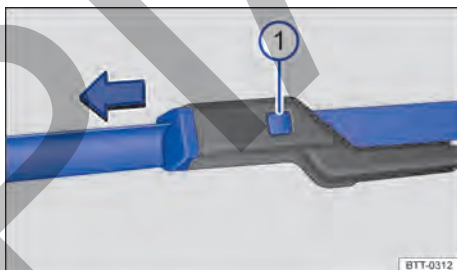

Fig. 121 Sustituir las escobillas de los limpiaparabrisas.
- Mantenga la tecla de desbloqueo → fig. 121 ① pulsada y, al mismo tiempo, retire la escobilla de los limpiaparabrisas en el sentido de la flecha.